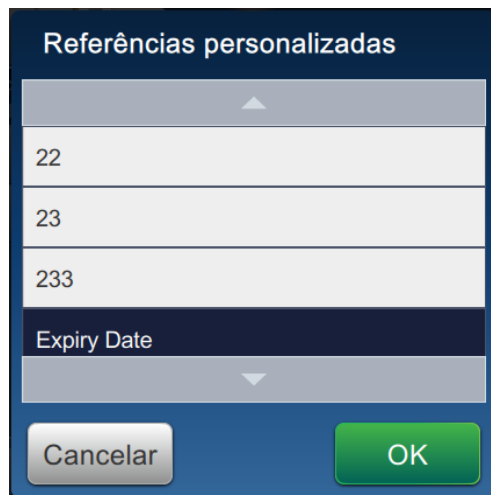

Figura 6-12: Lista de referências personalizadas
8. Selecione a Data de vencimento na lista Referências personalizadas, como mostra a Figura 6-12.
14. Selecione Data de vencimento na lista Referência de campo personalizado, como mostra a Figura 6-12 na página 6-15.